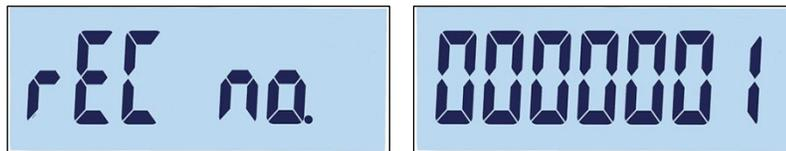

Abbildung 3-45: Bildschirm „rEC no“ und Einstellung der Datensatznummer
2. rEC no. erscheint kurz auf der Anzeige, danach wird der Bildschirm zur Bearbeitung der Datensatznummer angezeigt (Abbildung 3-45). Das Terminal kann bis zu 10 Datensätze speichern. Standardmäßig bietet das System die nächste verfügbare Nummer an.